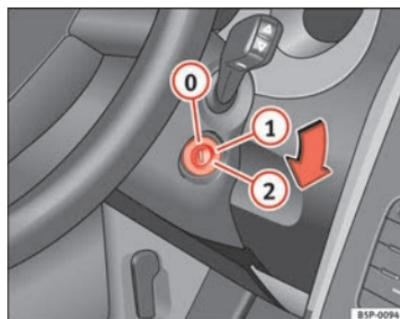

Fig. 137 Posizioni della chiave di accensione
In questa posizione ⇒ fig. 137 sia il motore che il quadro sono spenti e si può inserire il bloccasterzo.
- Girare la chiave fino alla posizione ⇒ pag. 178, fig. 137 ①. La spia  si accenderà nel caso di preincandescenza del motore.
- Quando la spia si spegne, mettere in moto girando la chiave nella posizione ②, senza dare gas.
- Girare la chiave fino alla posizione ⇒ pag. 178, fig. 137 .